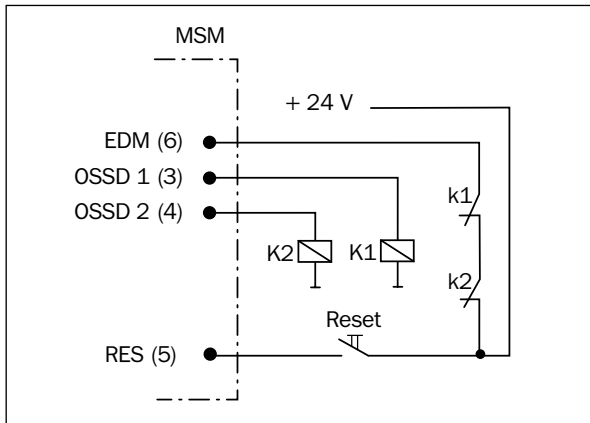

Fig. 9: Exemplo de ligação no caso da versão do override integrado
**Nota** Recomenda-se a utilização do bloqueio do rearme interno do MSL de acordo com o seguinte esquema de circuitos (Fig. 9)